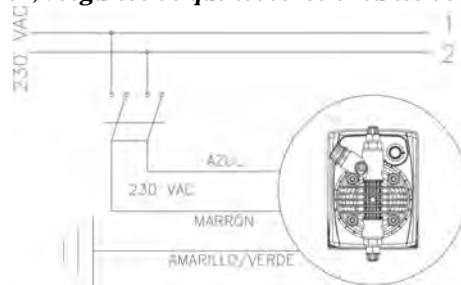

Fig. 4
1. Asegúrese que esté desactivada eléctricamente (ambas polaridades) desconectando los conductores de los puntos de contacto de la red con el interruptor omnipolar de distancia mínima entre contactos de 3 mm. (Fig. 4).
b.- Respete las leyes en vigor de cada país por lo que concierne a la instalación eléctrica (Fig. 4).